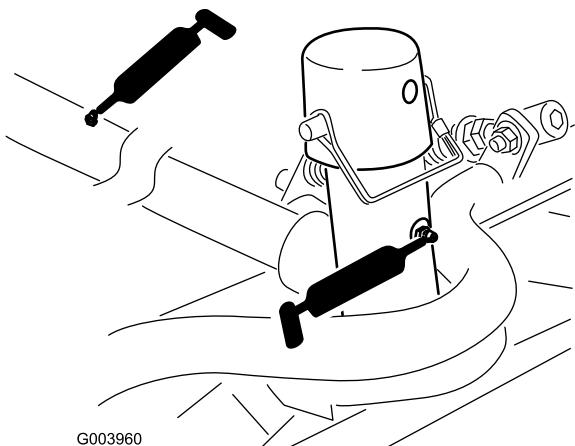

Figura 49
- Telaio portante e perno dell'apparato di taglio (2 cad.) (Figura 49)